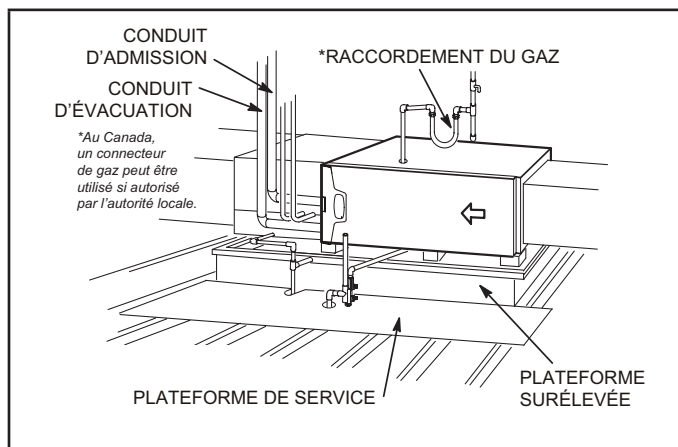

FIGURE 13
- 2 - Construire une plateforme surélevée en bois et la recouvrir d'un panneau de contreplaqué. Si l'unité est installée au-dessus d'un espace fini, fabriquer une cuvette de drainage auxiliaire et l'installer sous l'unité. Installer l'unité dans la cuvette comme illustré à la FIGURE 13. Prévoir un dégagement de 8 po en dessous de l'appareil pour liège à condensat.